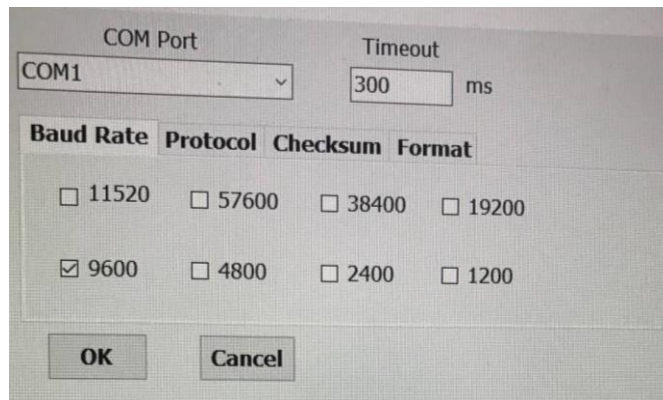

Рис. 4.3. Номер СОМ-порту та швидкість передачі
- швидкість (*Baud Rate*) – 9600 бітів/с (рис. 4.3);